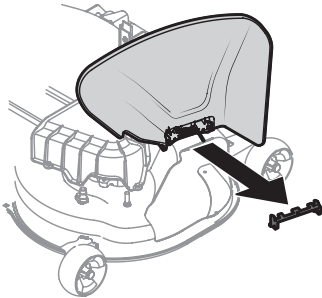

Figure 4
1. Repérez le support qui retient le déflecteur d'éjection en position verticale à des fins d'expédition. Retirez le support du déflecteur d'éjection, si présent, avant d'utiliser l'appareil. Relevez le déflecteur d'éjection et maintenez-le dans cette position pour enlever le support. Abaissez le déflecteur d'éjection et jetez le support (Figure 4).